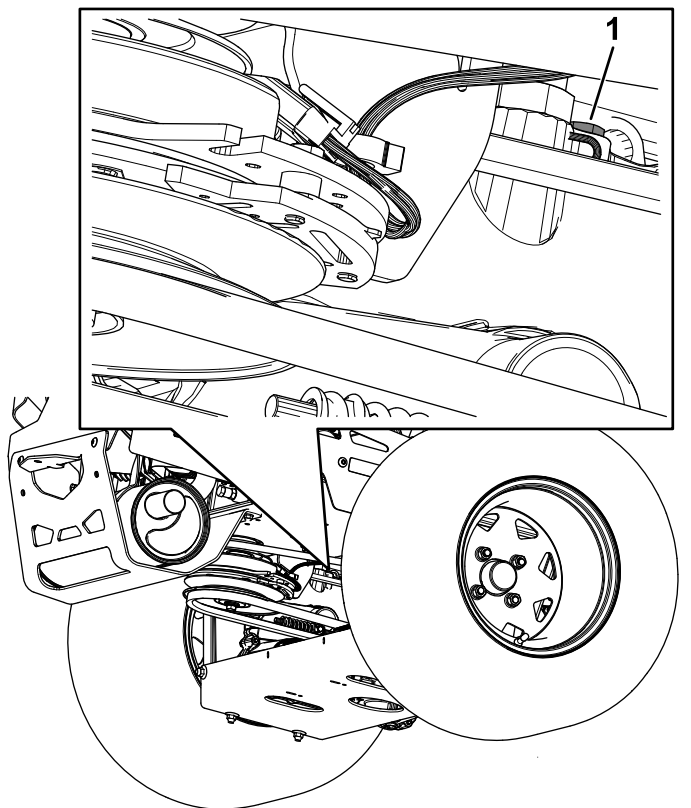

Figure 85
- **Système hydro ZT 5400** : utilisez une clé de 7/16 pouce pour accéder au bouchon d'aération par le dessous de la machine (Figure 85).